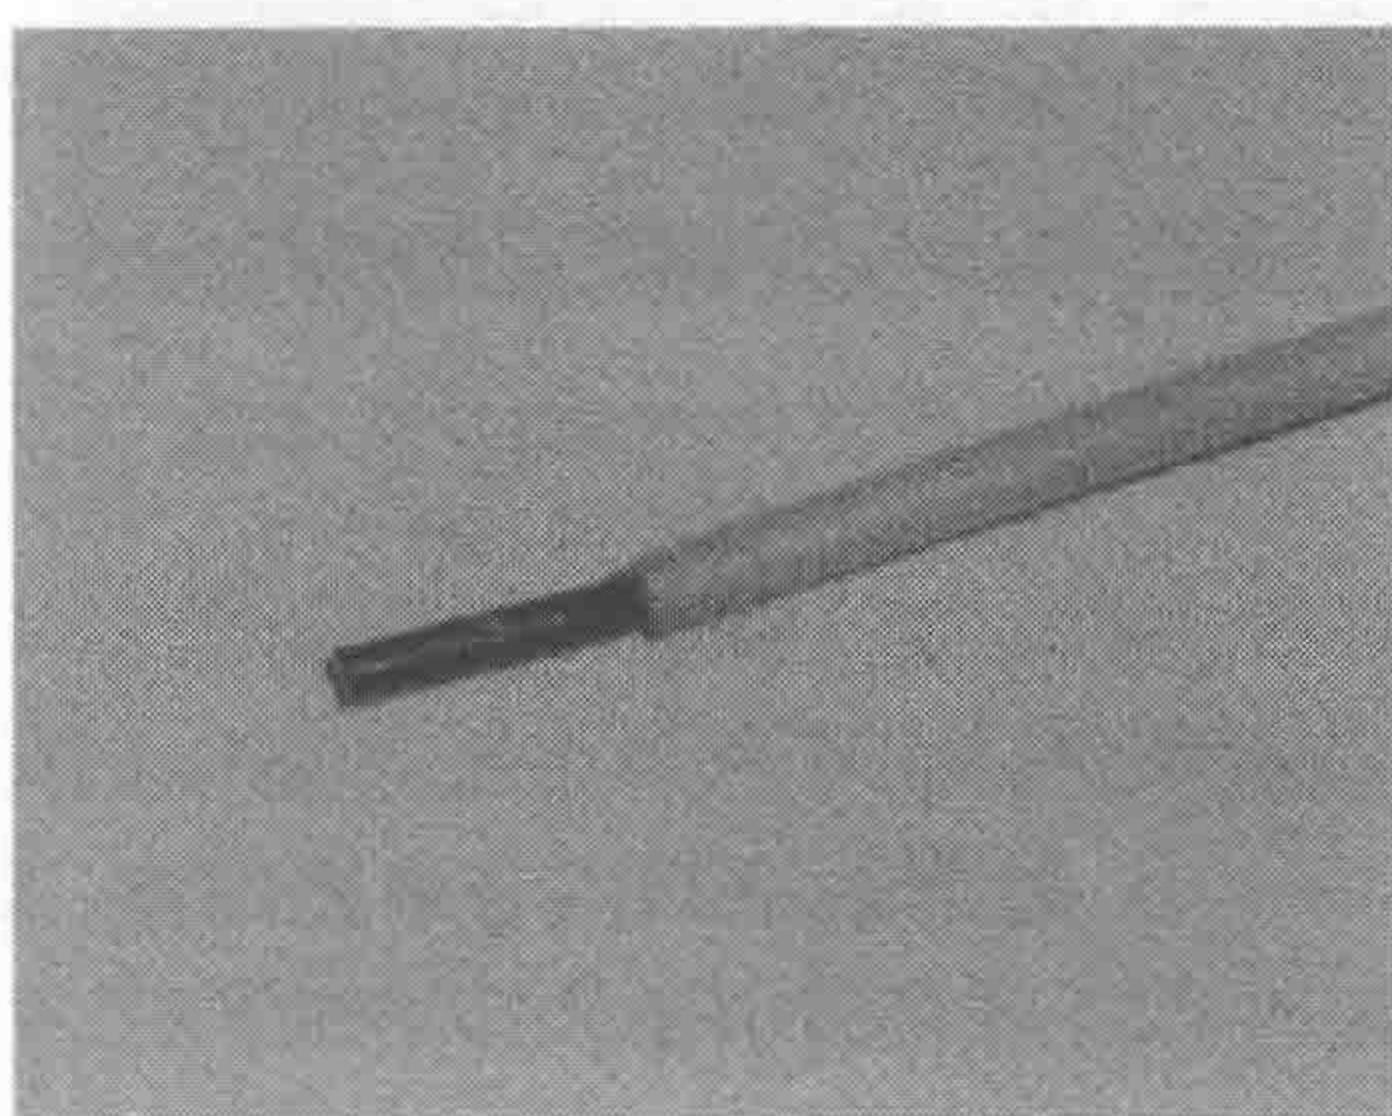

图 1-25 光纤电缆截面平滑
4) 如图 1-24 所示, 用 VAS 6223 剪切钳的切割轮对光纤光缆进行精确切割, 以确保剪切后的光纤电缆截面平滑 (图 1-25)。